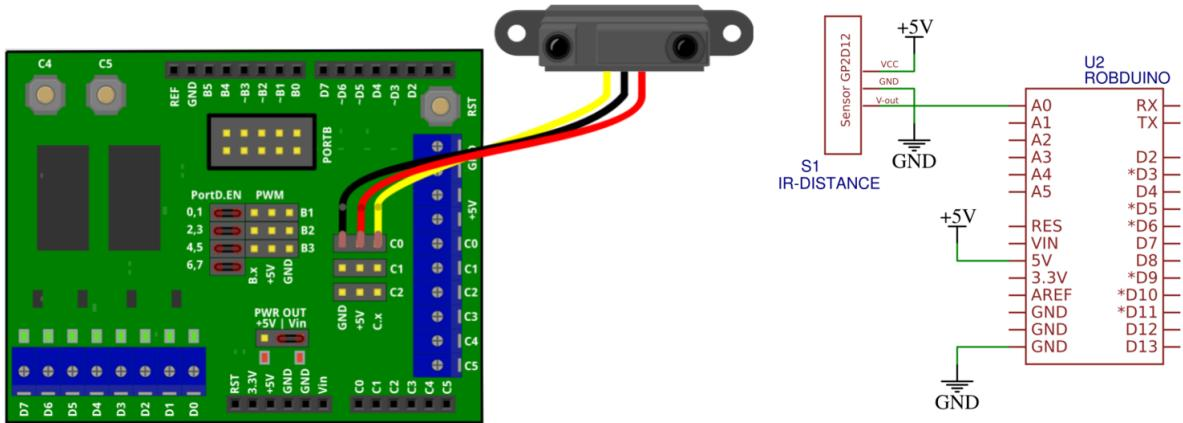

Figure 2.8: Priključitev IR senzorja razdalje.
1. IR senzor razdalje priključite na tri-pinski priključek kot je prikazano na fig. 2.8.